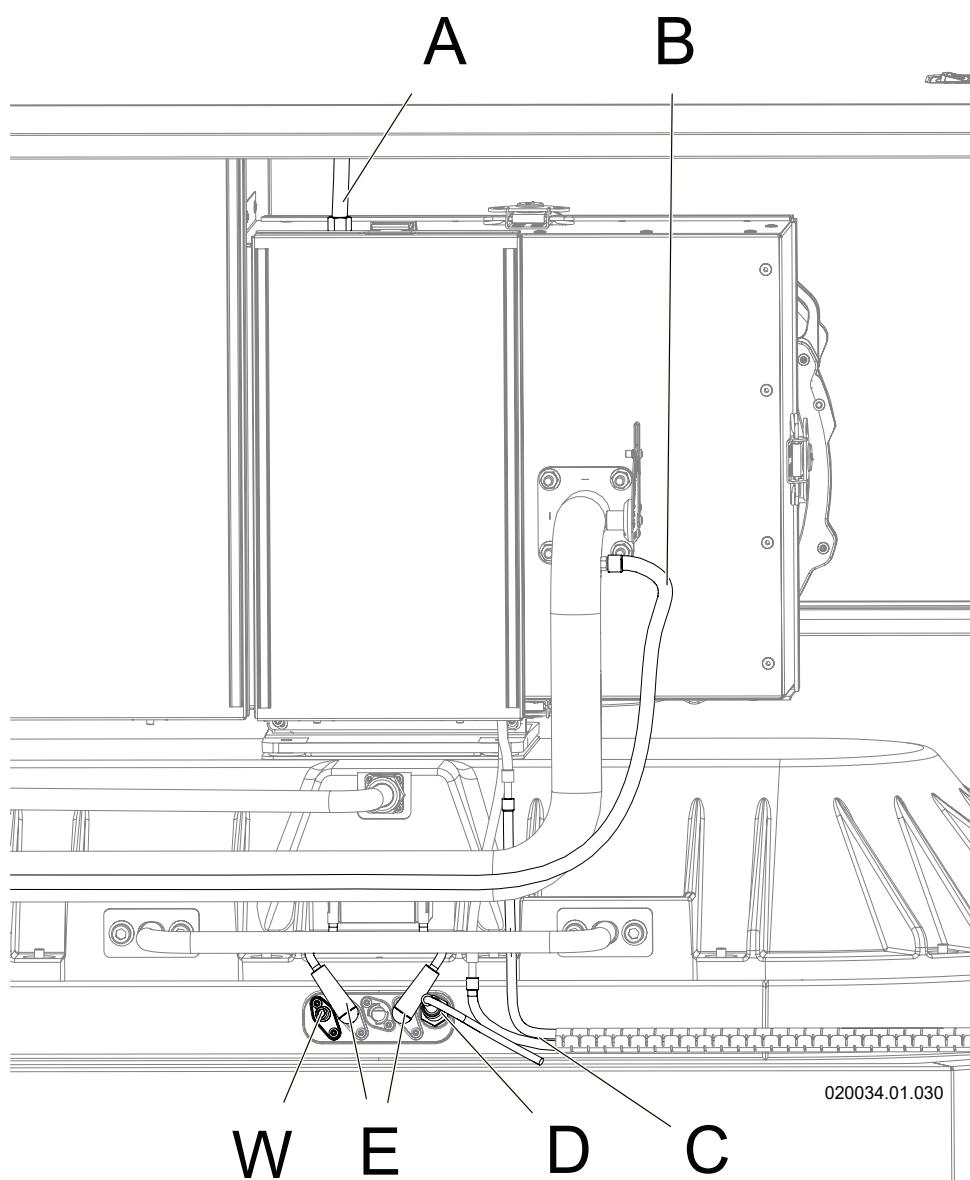

Figura 8-6 - Rimozione dei collegamenti dal gruppo aspirazione aria
3. - Fare riferimento alla Figura 8-6 e scollegare: